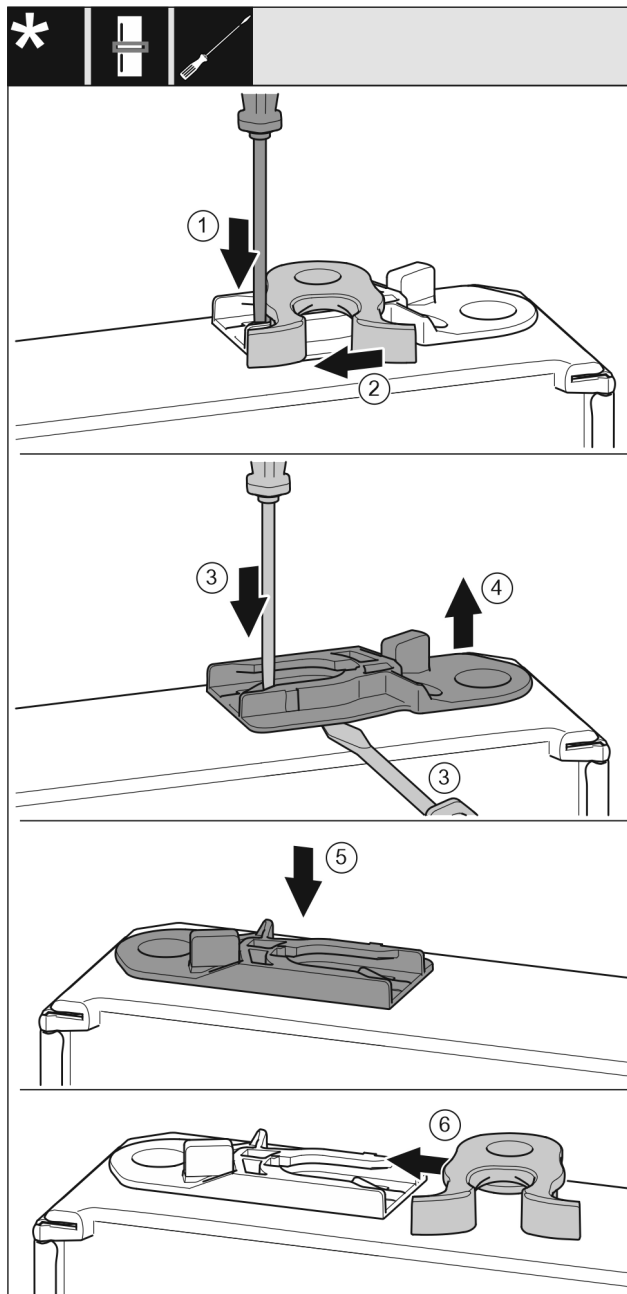

Fig. 20
- Nyomja le a fedőlemezt Fig. 20 (1) lapos csavarhúzóval.
- Húzza ki a záróhorgot Fig. 20 (2) a vezetősínből.
- Húzza ki a vezetőhüvelyt Fig. 20 (3, 4): Nyomja a fedőlemezt lapos csavarhúzóval, és közben nyúljon lapos csavarhúzóval a vezetőhüvely alá.
- Tolja be a kiszállított csomagban található vezetőhüvelyt Fig. 20 (5) a ház másik oldalára.
- Tolja be a záróhorgot Fig. 20 (6) a vezetősínbe.